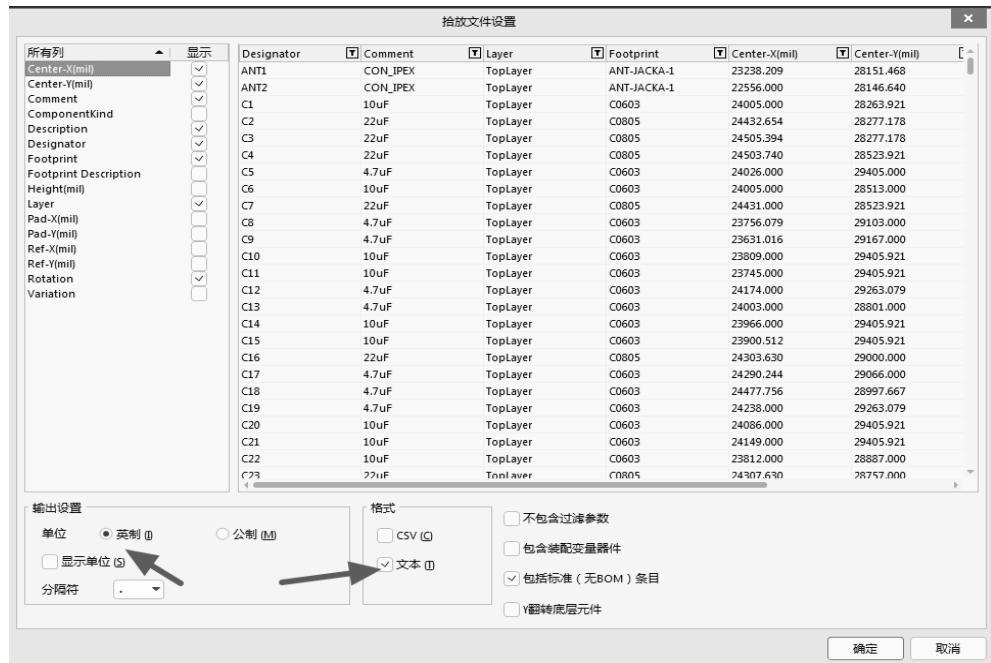

图 16-35 选择导出格式和单位
(1) 在 A 板 PCB 中执行菜单命令“文件-装配输出-Generate Pick and Place Files”，对元件坐标进行导出，如图 16-35 所示，选择导出格式和单位。